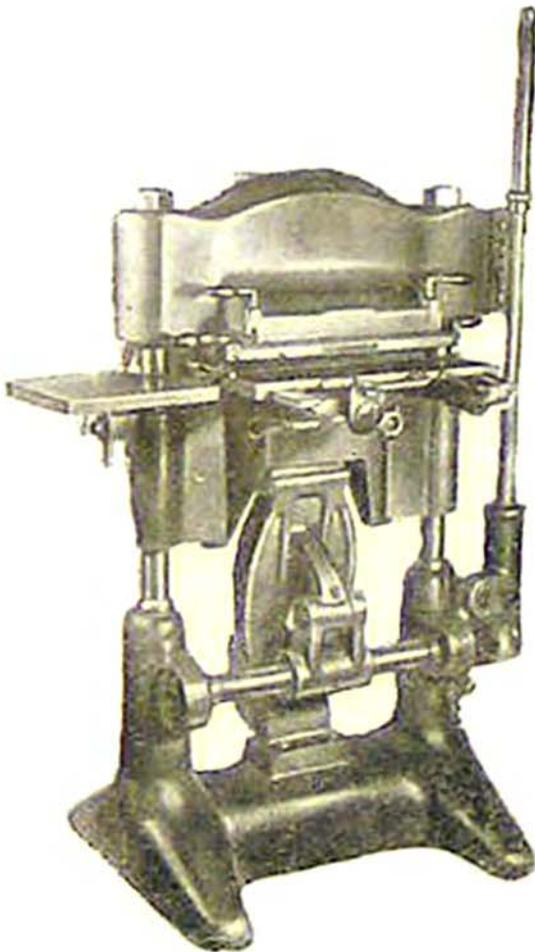

Рис. 4. Позолотный пресс
4) тиснение на переплетных крышках (позолотный пресс, рис. 4);